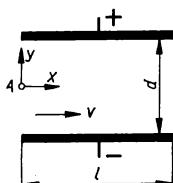

Bild 69
- 8.6** Das Plattenpaar in Bild 69 stellt ein Ablenksystem für einen Elektronenstrahl dar, der den Punkt *A* mit der Geschwindigkeit v in x -Richtung erreicht. Geben Sie an, in welcher Richtung der Strahl abgelenkt wird, und berechnen Sie die Spannung, bei deren Überschreiten der Strahl auf eine Platte auftrifft und damit gelöscht wird. Mit den nach Bild 69 gegebenen Werten sowie mit Elektronenmasse m_e und -ladung e (\rightarrow FB 6.) ist